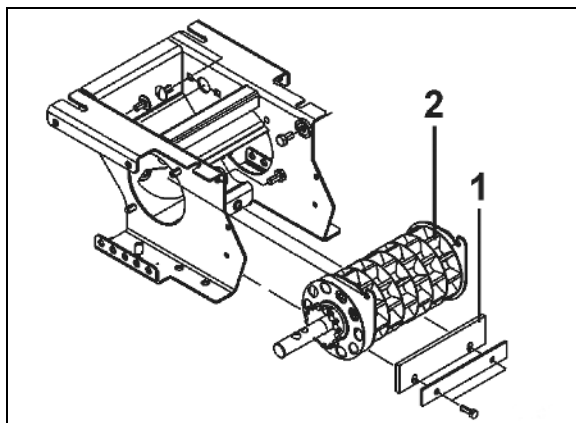

Bild 127
- En defekt eller felaktigt inställd doseringsläpp (Bild 127/1) leder till doseringsfel.
Ställ in doseringsläppen så att den ligger lätt an mot knastervalsen (Bild 127/2).